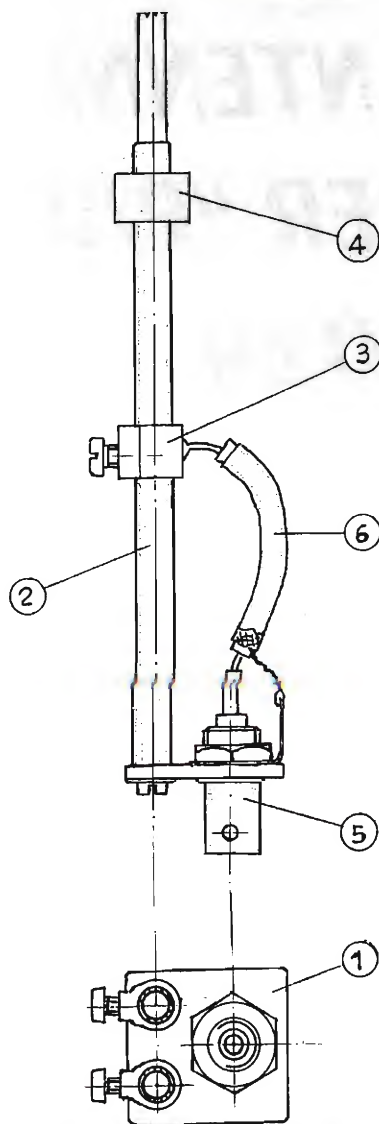

figura 2 - Scala 1:1.
- la presa BNC da pannello (vedi particolare 5 di figura 2) con il suo dado di serraggio (tra la piastrina ed il dado interporremo una rondella con paglietta di massa che stagneremo alla calza schermante che, poi, andrà stagnata il cursore infilato nello stilo che risulterà più corto).
Il particolare 6 di figura 2 è costituito da circa 6 cm di cavetto coassiale RG58 il quale ha il compito di collegare i poli del BNC ai cursori del "gamma-match", come si vede chiaramente nel disegno.